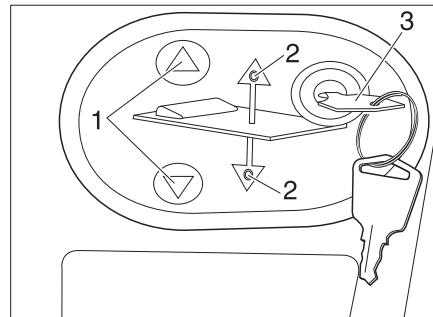

Fig. 170 Pannello di comando del letto basculante elettrico
- Inserire la chiave (Fig. 170,3) nel pannello di comando (Fig. 170,2).
- Premere e tenere premuto il tasto  $\nabla$  o  $\Delta$  (Fig. 170,1). Il rispettivo LED (Fig. 170,2) si accende ed il letto basculante si abbassa o si solleva.
- Al raggiungimento della posizione desiderata rilasciare il tasto  $\nabla$  o  $\Delta$  (Fig. 170,1). Il rispettivo LED (Fig. 170,2) si spegne.
- Estrarre la chiave (Fig. 170,3).